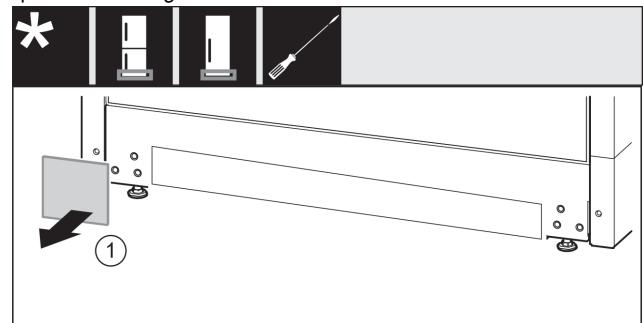

Fig. 16
- ▶ Снимите крышку. Fig. 16 (1)